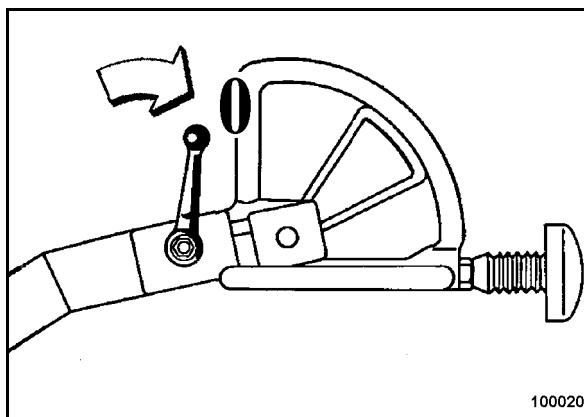

рис. 19
- Установить рычаг вибрации (рис. 19) в положение "0".